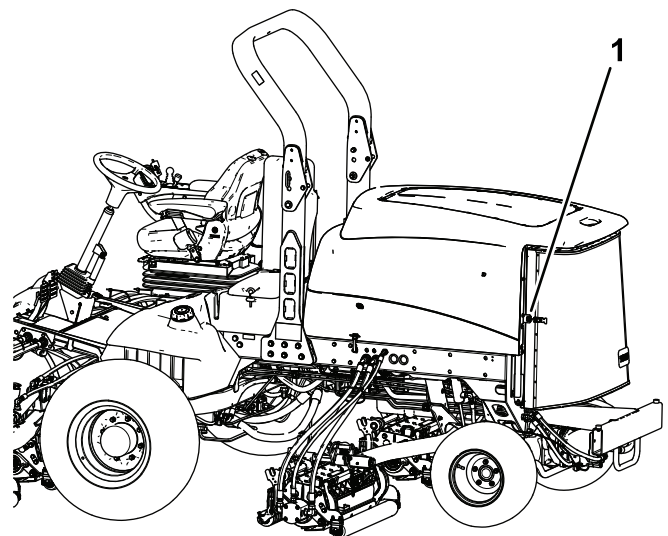

Figura 115
2. Destranque e abra o painel traseiro (Figura 115).